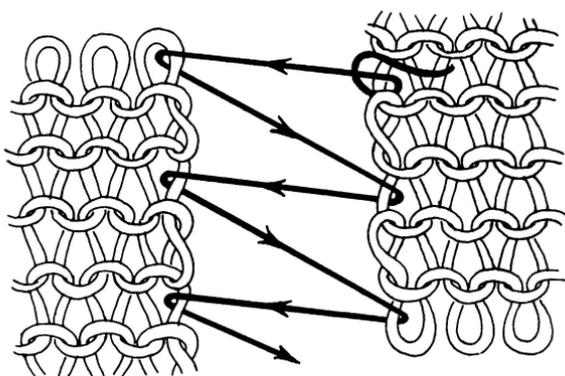

Рис. 16. Вертикальный шов без рубца
**Вертикальный шов без рубца** чаще всего используется для соединения боковых краев резинки. Сшиваемые детали складывают лицевыми сторонами друг к другу, иглу с нитью вводят под первую междузелковую петлю обеих деталей, затем под вторую междузелковую и т. д. (рис. 16). Фактически это представляет собой шов «через край». У сшиваемых таким способом деталей крайние петельные столбики сближаются, не нарушая узора вязаного полотна.